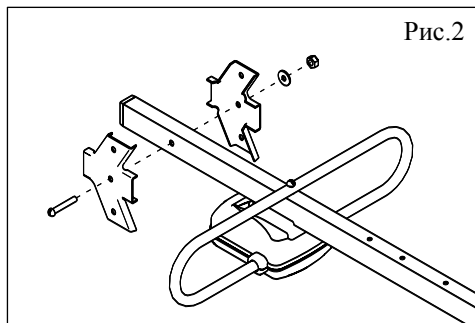

Рис.2
5.4. Закрепить на штанге держатели стоек рефлекторов (рис.2). Использовать для этого винт №4, шайбу и гайку.